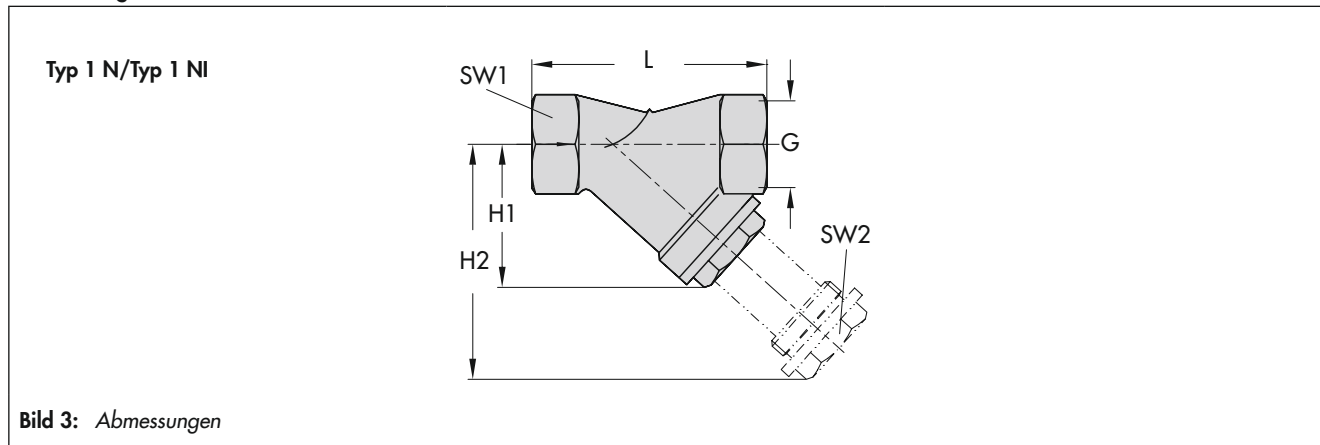

Bild 3: Abmessungen
- Durchflussrichtung entsprechend dem Pfeil auf dem Gehäuse. Genügend Platz zum Ausbau des Siebs, zur Reinigung, vorsehen (vgl. Bild 3).